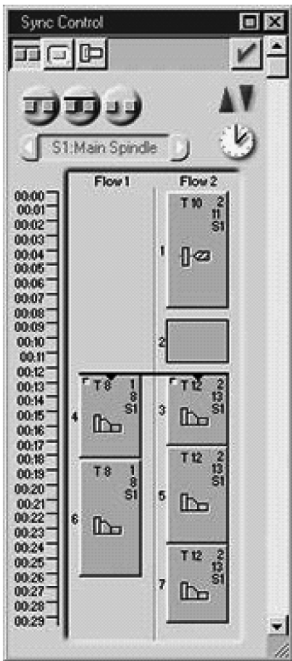

图 7-20 程序同步
12) 选择操作 3 和操作 4 的上半部分，然后设置过程同步。过程同步按钮会打开一个对话框，如果进行同步，将允许我们设置每个操作过程，如图 7-20 所示。